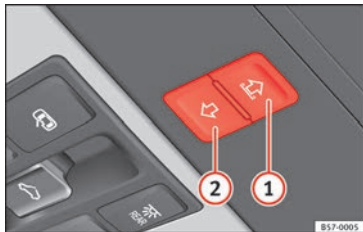

Abb. 135 In der Dachinnenverkleidung: Tasten des Sonnenschutzrollos.
Die Taster **» Abb. 135 1 und 2** haben zwei Stufen. In der ersten Stufe kann das Sonnenrollo ganz oder teilweise geöffnet oder geschlossen werden.
- *Sonnenschutzrollo*: bevor ca. [aquí viene el tiempo] verstreichen. 5 Sekunden ab der Aktivierung des Einklemmschutzes drücken Sie den Taster » **Abb. 135** , bis sich das Rollo vollständig schließt.